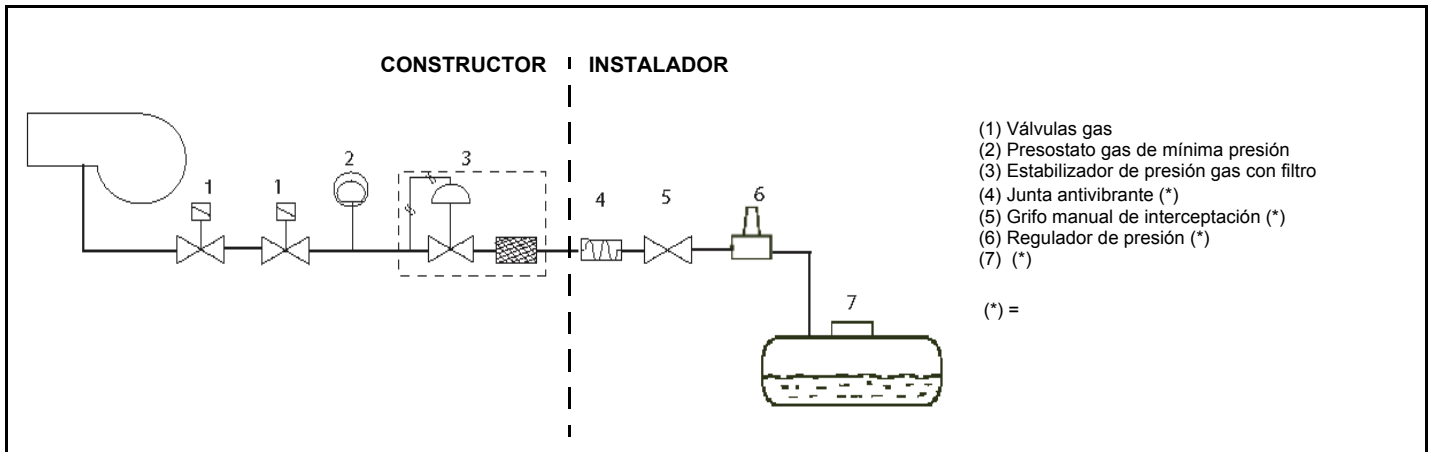

Fig. 8
**ATENCIÓN:** después de haber montado la rampa según el esquema indicado en Fig. 8, tiene que ser efectuada la prueba de estanqueidad del circuito gas, según las modalidades previstas por la normativa vigente.